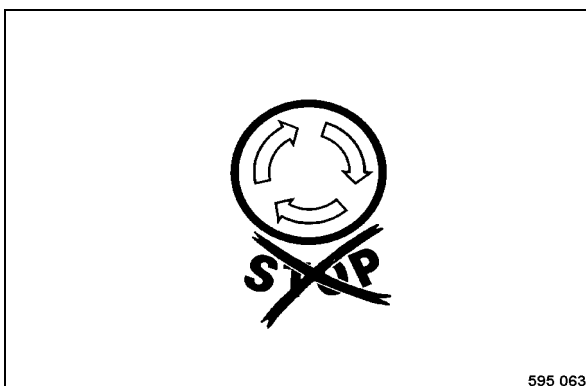

Fig. 56
- S'assurer que l'interrupteur d'arrêt d'urgence (Fig. 56) est déverrouillé.